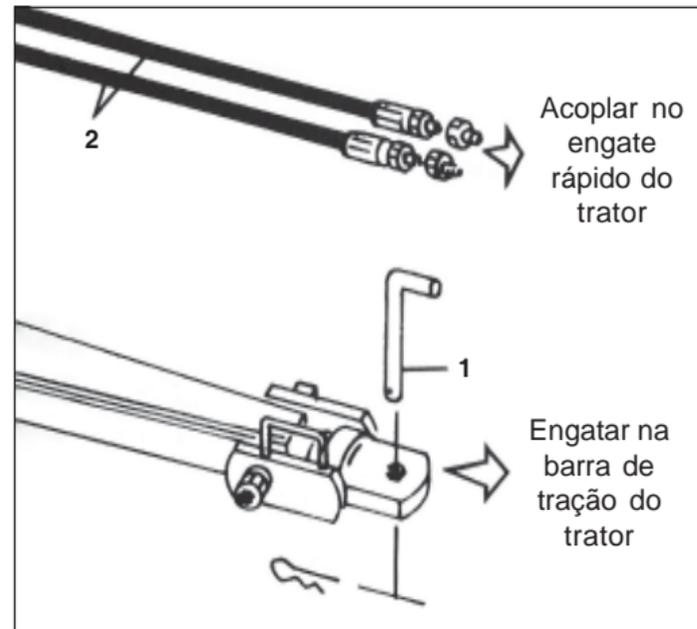

FIGURA 14
ENGATE DA GRADE NA BARRA DE TRAÇÃO DO TRATOR (FIGURA 14)
1 - Para engatar a grade na barra de tração do trator, deve-se observar o alinhamento dos mesmos, regular a altura exata no engate da grade e usar o pino “L” de engate item 1 **FIGURA 14**.